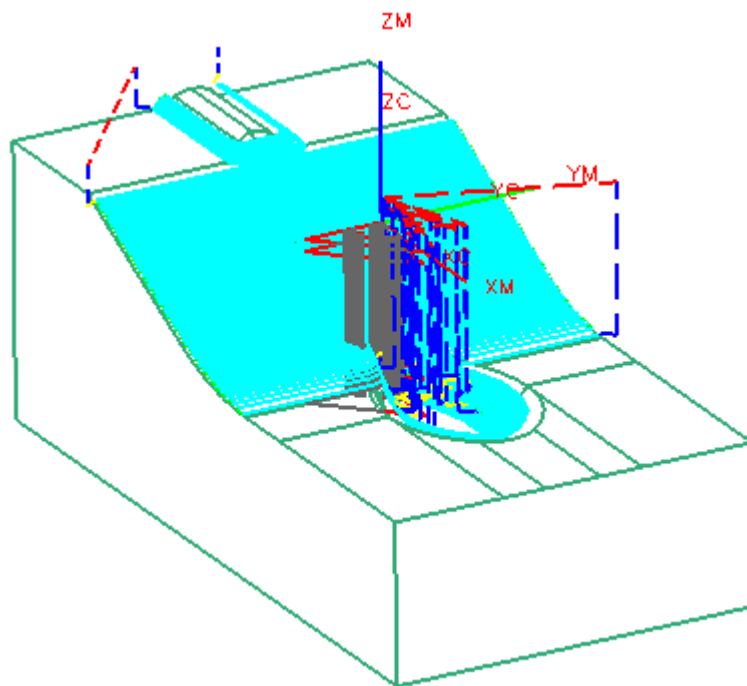

图 9-141
- 单击 ，生成如图 9-141 所示的刀轨，单击 O K 确认。